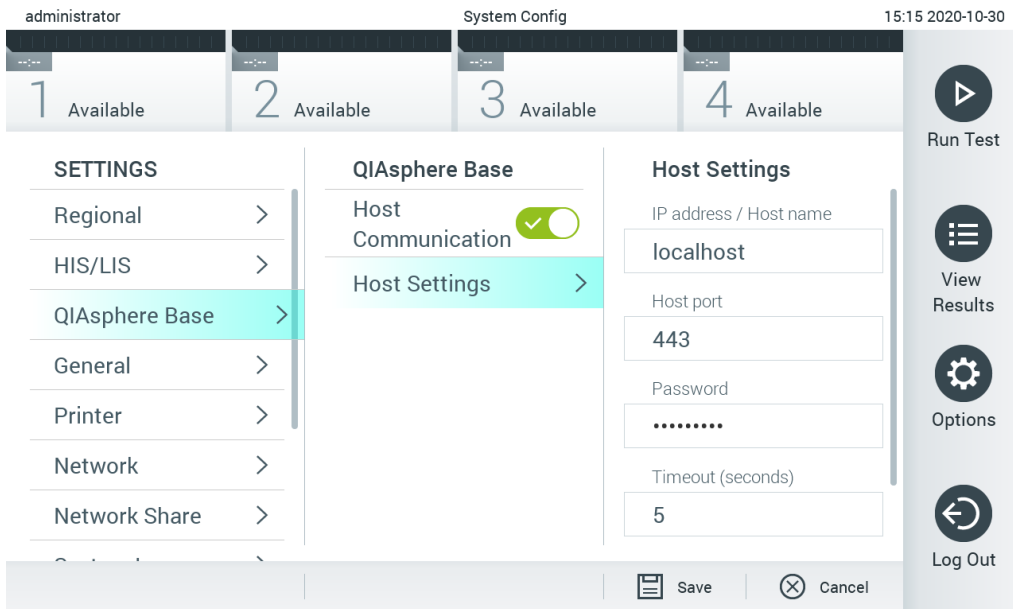

图 73. 配置 QIASphere Base 连接。
2. 从左侧列的设置列表中选择 QIASphere Base（图 73）。